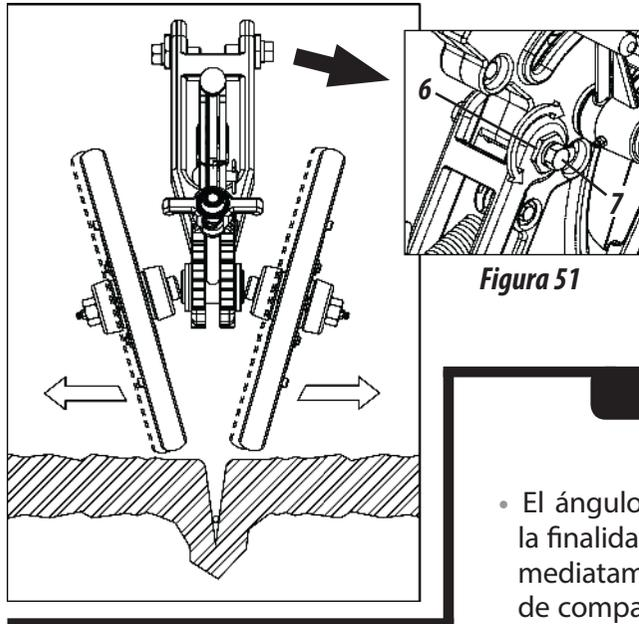

Figura 51
- 1- Suelte los tornillos (7), gire los referidos tacos (6), con una llave para mover las ruedas y alineación de las mismas con surco posicionando mayor o menor cantidad de suelo lateralmente a la semilla, **según muestra la figura 51.**